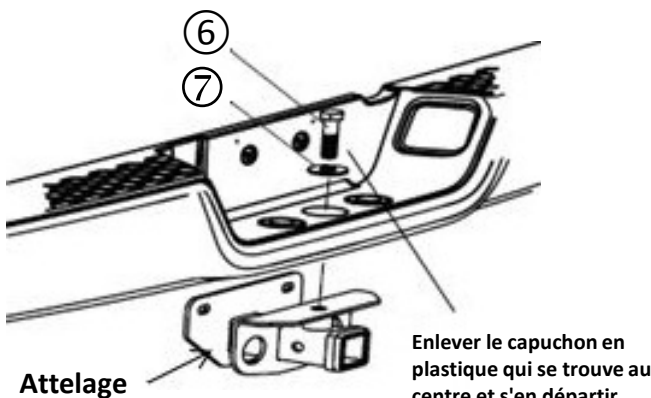

Figure 1
3. Fixer lâchement l'attelage sur la poutre de pare-chocs à l'aide d'un boulon hexagonal ½-10 x 3.00 et d'une rondelle conique ¾ po (voir Figure 1).